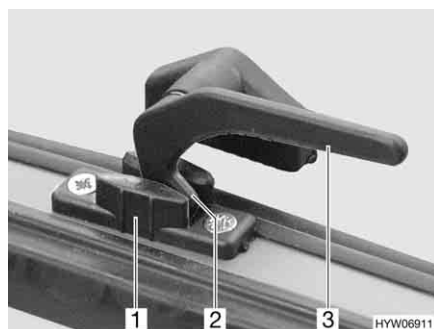

Bild 68 Låsarm i läget "kontinuerlig vädning"
- I läget "kontinuerlig vädning" (Bild 68)
- Sväng låsarmen (Bild 68,3) ett kvarts varv mot fönstrets mitt.
- Vrid tillbaka låsarmen. Därvid måste låsspaken (Bild 68,2) föras in i spåret på fönsterlåset (Bild 68,1).